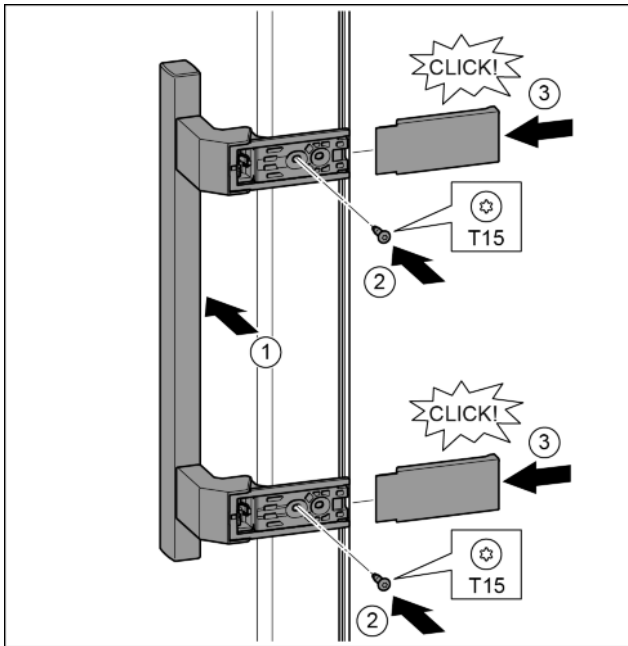

Fig. 17
- ▶ Greep op de tegenoverliggende zijde aanbrengen. Fig. 17 (1)
- ▶ Schroeven met schroevendraaier T15 vastschroeven. Fig. 17 (2)
- ▶ Afdekkingen zijdelings aanbrengen en erop schuiven. Fig. 17 (3)